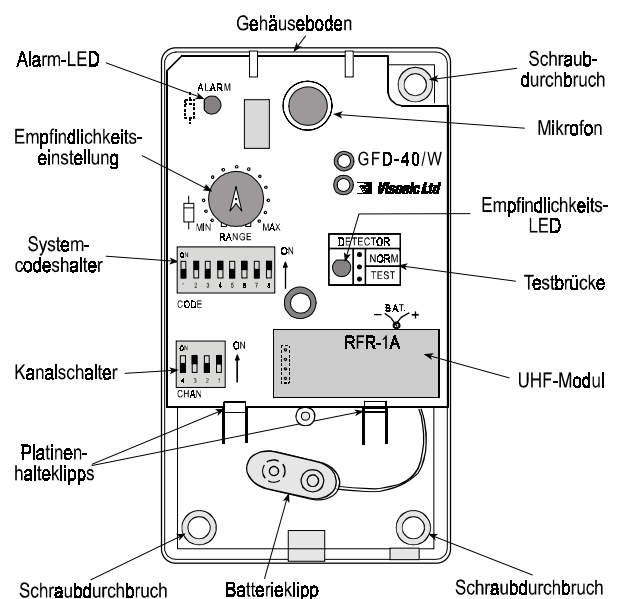

Abb. 1: Innenansicht
Der GFD-40W ist für Wandmontage vorgesehen; entsprechende Schraubdurchbrüche sind im Gehäuse vorhanden (siehe Abb. 1).
- Öffnen Sie 2 diagonal gegenüberliegende Schraubdurchbrüche (siehe Abb.1).
- A. Der GFD-40W hat einen 8-poligen DIP-Schalter (markiert von 1-8). Durch das Einstellen der jeweiligen Schalter auf die EIN- oder AUS-Position kann der Systemcode gewählt werden (siehe Abb. 1 + 2).
Der Effekt anderer, vorhandener Geräusche kann über die mit „Detektor“ markierte LED angezeigt werden, wenn die Brücke „Norm/Test“ in der Testposition gesteckt ist (siehe Abb.1).